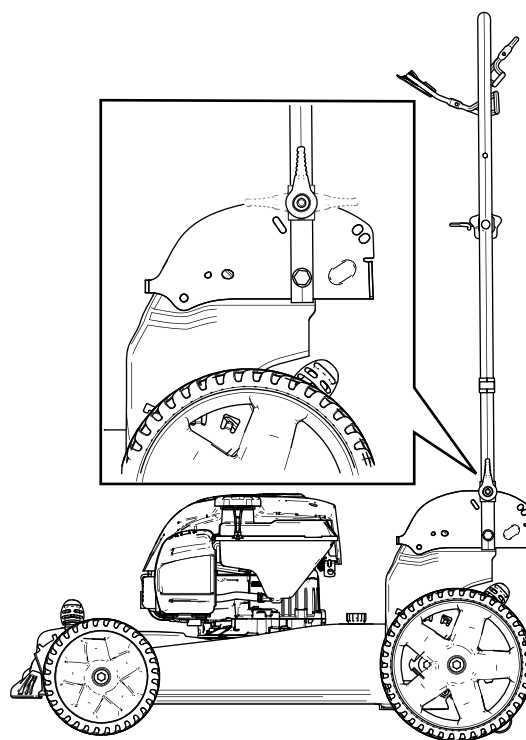

Figure 18
3. Rabattez le guidon vers l'avant soit à la verticale soit complètement abaissé, comme montré à la Figure 18.